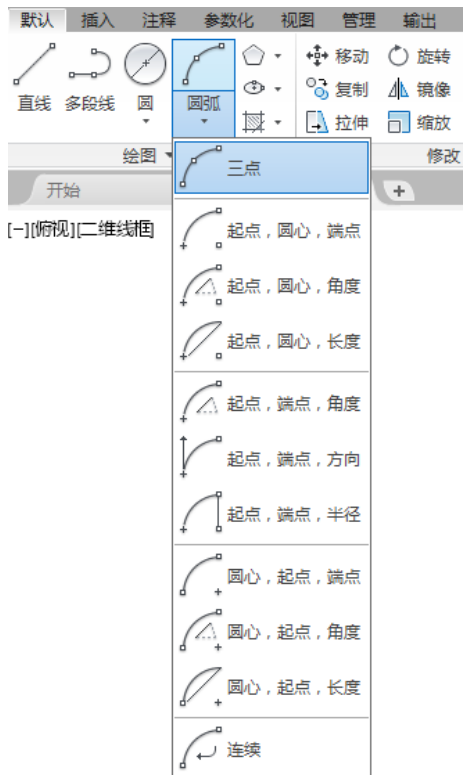

图 4-44 【圆弧】下拉列表
- ☆ 单击【默认】选项卡→【绘图】面板→【圆弧】按钮的下拉按钮，在下拉列表中选择相应选项，如图 4-44 所示。